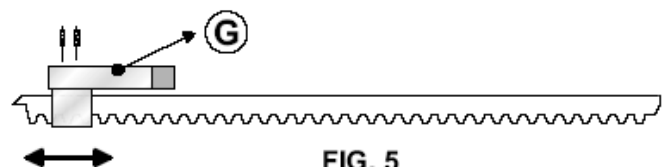

FIG. 5
- Ajuste de los fines de carrera: fije los patines de fin de carrera **G** a la cremallera (**fig. 5**) de manera que el portal se pare unos 20 mm antes de los topes con los que debe estar equipado. Para ello tiene que hacer 2 agujeros con una broca de 3 mm en la cremallera, utilizando el patín como modelo. Recuerde que es necesario plegar un poco la parte delantera de los patines para crear una guía que facilite el deslizamiento del interruptor sobre los patines.